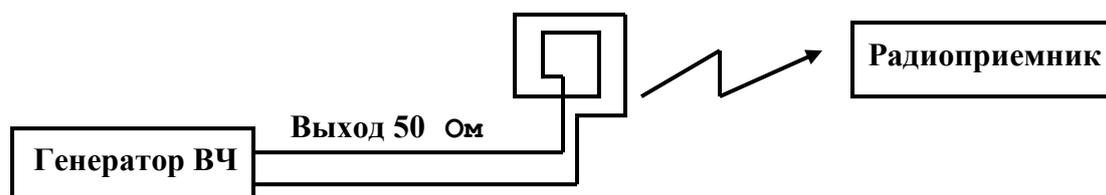

Рис. 21. Схема подачи ВЧ сигнала через рамочную антенну
- при наличии магнитной антенны на ферритовом стержне необходимо изготовить излучающую антенну генератора в виде нескольких витков провода и подключить ее к выходу генератора, сориентировав относительно приемной антенны по максимуму принимаемого сигнала (рис. 21). Следует помнить, что диаграмма направленности рамочной антенны имеет максимумы в направлениях, перпендикулярных плоскости рамки.